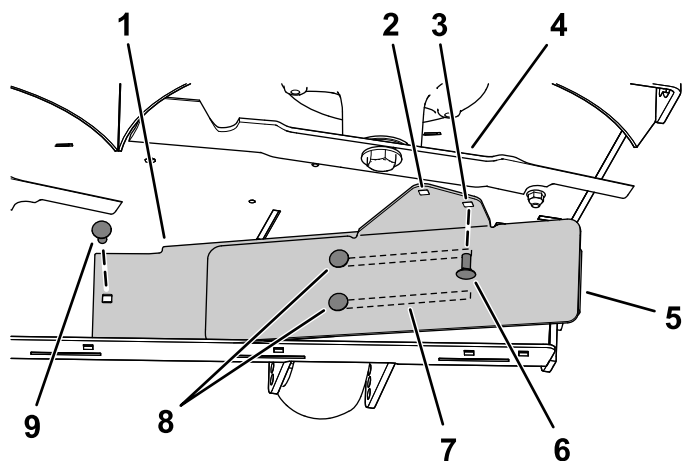

Figura 9
3. Instale el lado izquierdo del deflector con un perno de cuello cuadrado ($\frac{5}{16}" \times \frac{3}{4}"$) y una tuerca con arandela prensada ($\frac{5}{16}"$), como se muestra en la Figura 9.
4. Afloje los 2 pernos de cuello cuadrado ($\frac{5}{16}" \times \frac{3}{4}"$) en las ranuras del deflector, y deslice el deflector hasta que el orificio esté alineado con el orificio de la carcasa de corte (Figura 9).
5. Instale el deflector como se muestra en la Figura 9.
Importante: Asegúrese de usar el orificio correcto para el deflector; consulte la Figura 9.
6. Apriete los 2 pernos de cuello cuadrado ($\frac{5}{16}" \times \frac{3}{4}"$) en las ranuras del deflector (Figura 9).